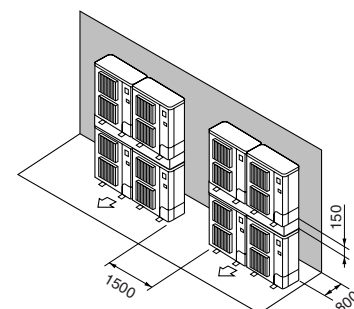

Fig. 2-14
- ⑦ Opstelling met boven elkaar geplaatste apparaten (Fig. 2-14)